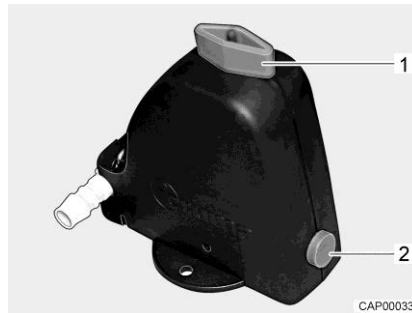
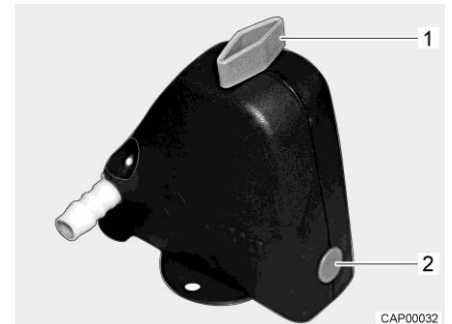

Fig. 138 Valvola di sicurezza/di scarico aperta
Fig. 139 Valvola di sicurezza/di scarico chiusa
- Chiudere la valvola di sicurezza/di scarico. A tal fine ruotare la manopola (Fig. 138,1) trasversalmente rispetto alla valvola di sicurezza/di scarico e premere verso l'interno il bottone automatico (Fig. 138,2). La valvola di sicurezza/di scarico chiusa è rappresentata in Fig. 139.